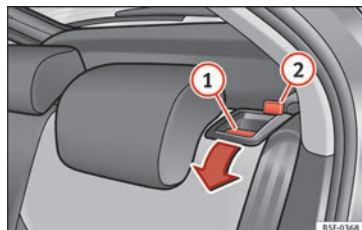

Fig. 151 Levier de déverrouillage du dossier.
- Appuyez sur le levier de déverrouillage » **fig. 151** **1** dans le sens de la flèche.
- Relevez le dossier jusqu'à ce qu'il s'encastre correctement » **⚠**. Le dossier est enclenché correctement lorsque le repère rouge de la goupille » **fig. 151** **2** n'est plus visible.